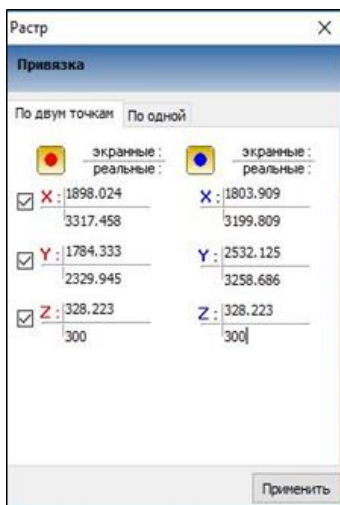

Рис. 3.2. Загрузка растра
4. В открывшемся диалоговом окне **Привязка** на вкладке **По двум точкам** (рис. 3.2) необходимо указать точки привязки.